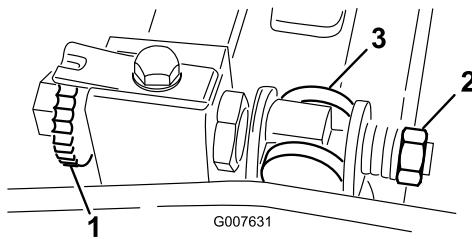

図 53
1. ベッド・バー調整ネジ（図 53）を左に回してベッドナイフとリールの接触をなくす。
2. スプリング・テンション・ナットをゆるめて、ワッシャがベッドバーを全く押さないようする（図 53）。